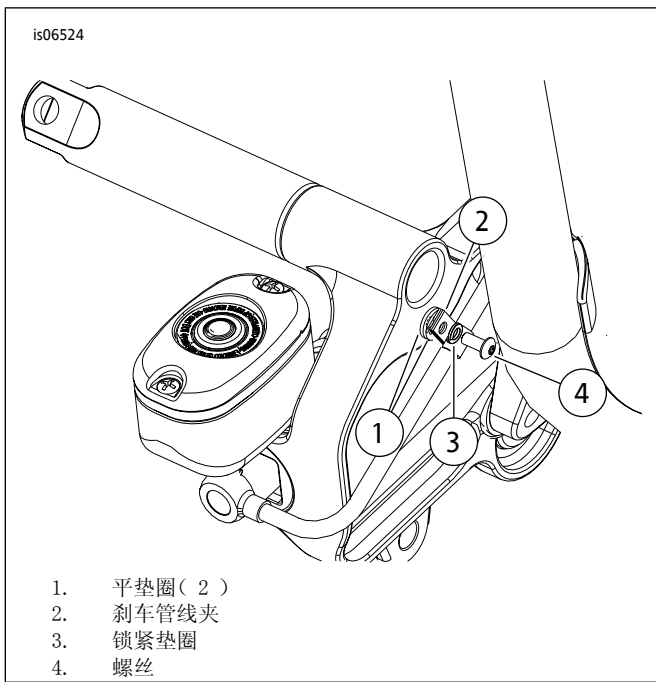

图2. 刹车管线紧固件
2. 参见图2。将固定夹(2)穿到刹车管线上，并且在固定夹后面装两个平垫圈(1)。使用螺丝(4)和锁紧垫圈(3)，并且把紧固件拧紧至3.4 N·m (30 in-lbs)